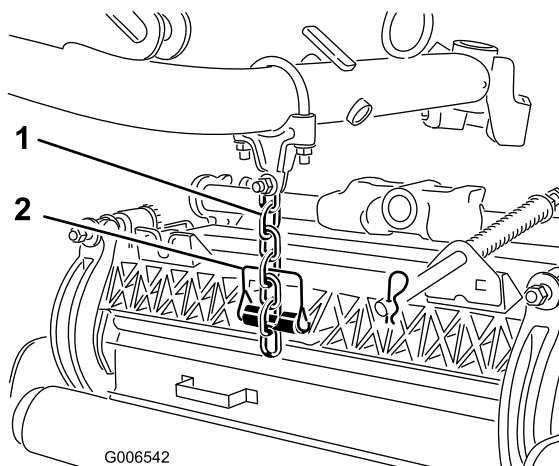

Bild 18
7. Befestigen Sie die Hubarmkette mit dem Einraststift an der Kettenhalterung der Schneideinheit (Bild 18).